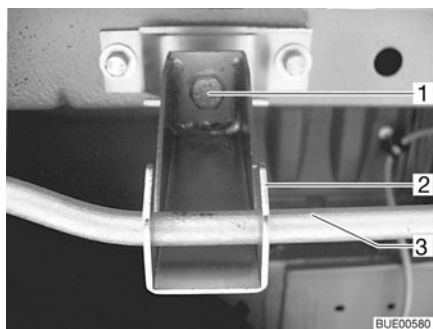

Fig. 263 Etrier de roue de secours sous le véhicule
- Desserrer les écrous (Fig. 263,1) des crochets arrière droit et gauche (Fig. 263,2) de l'étrier de roue de secours avec un vilebrequin démonte-roues ainsi que le crochet de rallonge.
- Appuyer légèrement l'étrier (Fig. 263,3) vers le haut, appuyer le crochet vers l'arrière ou vers l'avant et décrocher l'étrier.